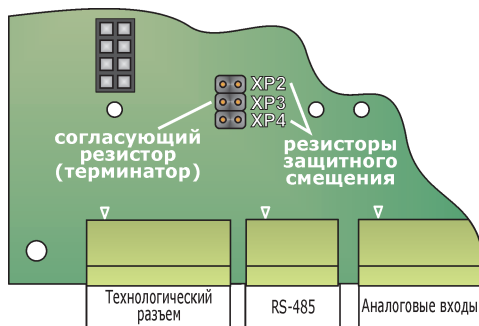

Рисунок 2.9 - Расположение переключек включения согласующего резистора (терминатора) и резисторов защитного смещения на контроллере преобразователя
- согласующий резистор (терминатор) необходим для согласования входного сопротивления приемника сигнала с волновым сопротивлением линии связи. При несогласованных сопротивлениях возникает эффект отраженного сигнала, что приводит к возникновению сбоев в передаче данных. Включение встроенного в преобразователь согласующего резистора (терминатора) осуществляется с помощью переключки ХР3 на контроллере преобразователя (см. рисунок 2.9). По умолчанию согласующий резистор включен (заводская установка).
- резисторы защитного смещения необходимы для повышения помехоустойчивости сети RS-485 в то время, когда все устройства в сети находятся в режиме ожидания, и ни одно из них не передает данных. По умолчанию встроенные в преобразователь резисторы защитного смещения отключены (заводская установка). Для подключения резисторов защитного смещения необходимо установить переключки ХР2 и ХР4 на контроллере преобразователя (см. рисунок 2.9).